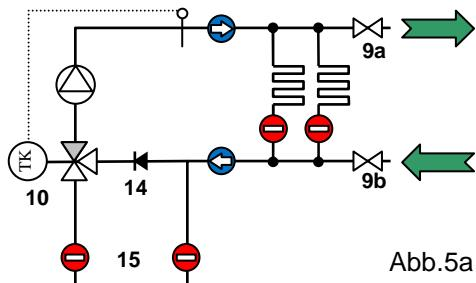

Abb.5a
Zunächst den Verteiler und die Regelstation mit Heizwasser nach VDI 2035 füllen. Dazu den Füllschlauch an Rücklauf (9b) und Entleerschlauch an Vorlauf (9a) anschließen (Abb.5a). Die Hähne (9a und 9b) öffnen und Verteiler und Regelstation füllen, bis Wasser an dem Hahn im Vorlauf (9a) austritt. Danach beide Hähne wieder schließen. Bei kalten Wassertemperaturen sollte das Fühlerelement des Thermostatkopfes (10) aus der Tauchhülse gezogen oder eine Bauschutzkappe anstatt des Thermostatkopfes verwendet werden, damit der Durchfluss durch das Dreiegeventil gewährleistet wird.